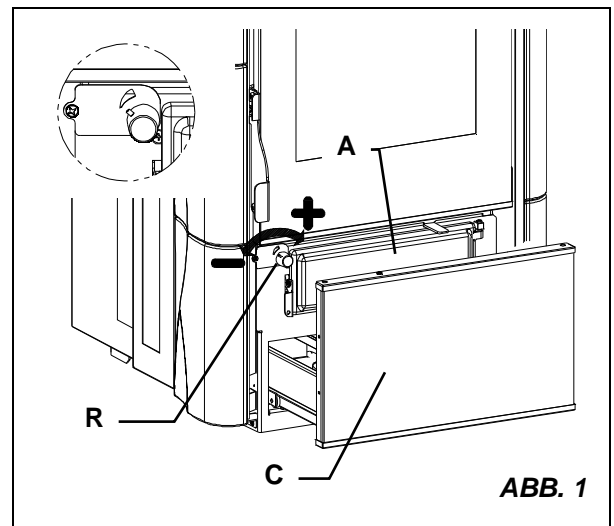

ABB. 1
Die aus einem Stück gefertigte glaskeramische Tür (widerstandsfähig bis 700°C) ermöglicht eine faszinierende Sicht auf die brennenden Flammen und verhindert den Austritt von Funken und Rauch. Unter dem Brenner der Pellets (**B**) befindet sich eine ausziehbare Aschelade, die von der Klappe Bild 1 Pos. **A** aus erreichbar ist. Der Großteil der bei der Holzverbrennung erzeugten Asche bleibt im Brennerkörper (**CB**).
Luftregler (R) (ABB. 1)